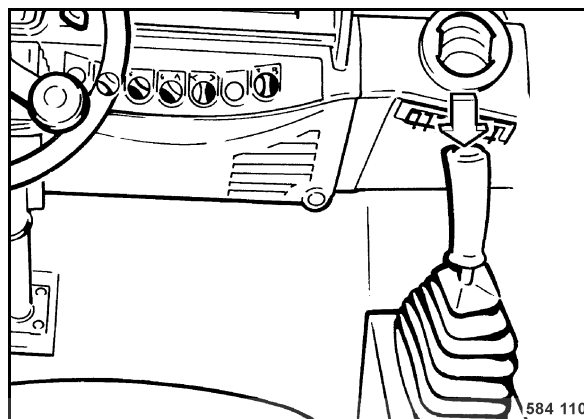

Fig. 65
- Appuyer sur la touche vibration (Fig. 65), dans le levier de commande de marche, pendant le déplacement.
- Appuyer une nouvelle fois sur le bouton-poussoir (Fig. 65) de la vibration.